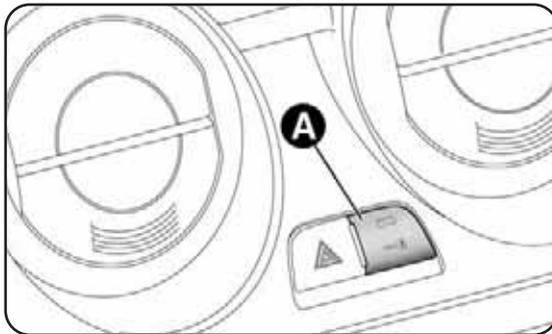

fig. 56
Com portas fechadas pressionar o botão  no telecomando ou inserir e rodar a secção metálica (presente no interior da chave) na fechadura da porta lado do condutor. O efectivo bloqueio das portas é assinalado pela ligação do led no botão A fig. 56.
**AVISO** Com o fecho centralizado activado, ao puxar a alavanca interna de abertura de uma das portas é feito o destrancamento da mesma porta (no caso da porta do passageiro, o led no botão A-fig. 56 permanece aceso).